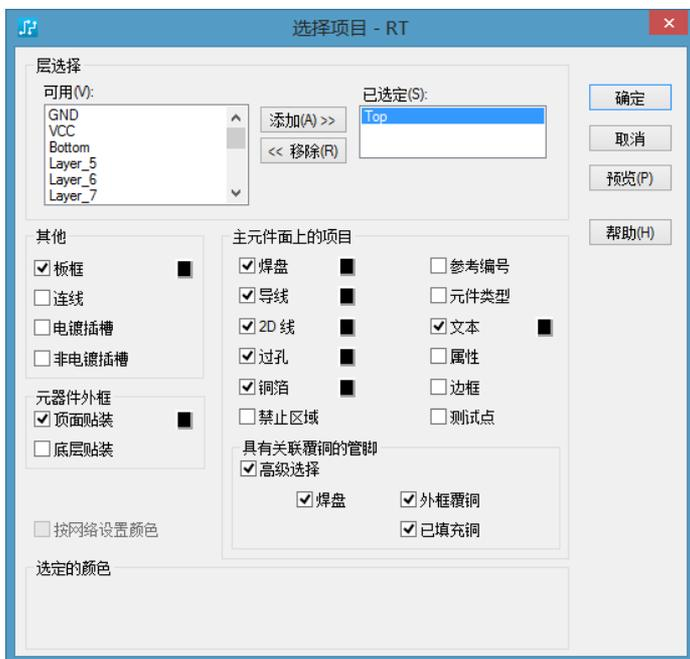

图 16-12 “选择项目”对话框
(4) 在“添加文档”对话框的“输出设备”选项区域中单击图标按钮，表示输出的数据形式是光绘图。
(5) 在“添加文档”对话框中单击图标按钮，弹出如图 16-12 所示的“选择项目”对话框，在“可用”列表框中选择“Top”，单击“添加”按钮，使之在“已选定”列表框中显示。
(6) 在“Top”层的“选择项目”对话框中选择所要 CAM 输出的对象，如图 16-12 中黑色方框项表示被选择。单击“确定”按钮退出该对话框。